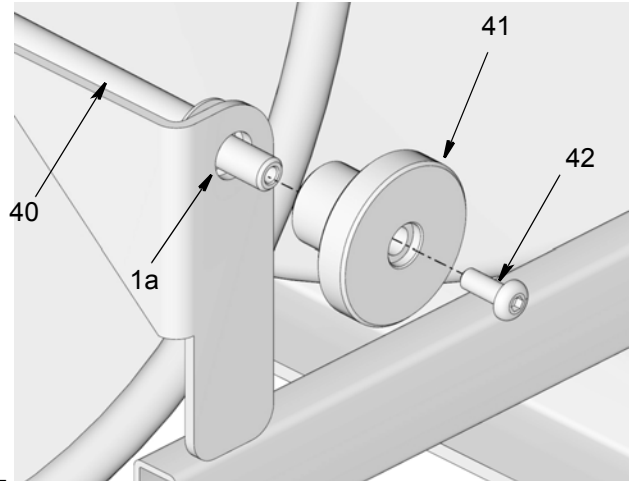
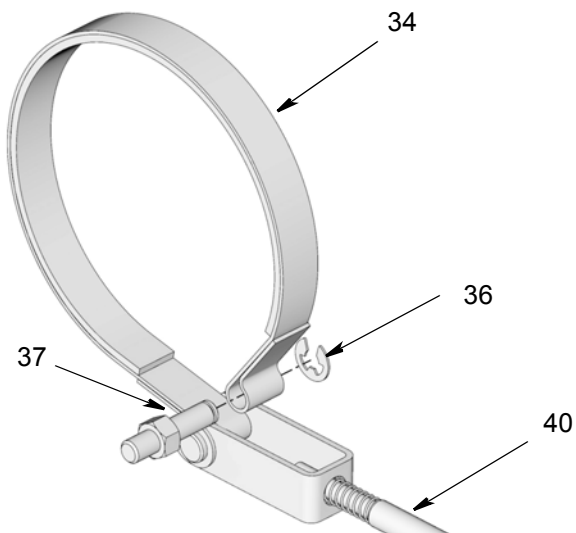

FIG. 27
FIG. 29
2. Gire la perilla (41) en sentido antihorario para eliminar la tensión del freno.
3. Afloje y retire el tornillo (42) del extremo de la perilla (41) (FIG. 27).
4. Retire la perilla (41) del extremo de la varilla (40) (FIG. 27).
5. Afloje y retire la tuerca (24) y tire de la presilla de la banda (34a) de la clavija de anclaje (37).
6. Retire la presilla (36) de la clavija de anclaje (37) (FIG. 29).
7. Retire (37) de la banda (34) (FIG. 29).
8. Retire la banda (34) del buje del freno (12).
9. Tire del extremo de la varilla (40) del bastidor (1a) (FIG. 27).
14. Monte el extremo de la varilla (40) a través del orificio (27b) (FIG. 27).
15. Vuelva a montar la perilla (41) en el extremo de la varilla (40). Monte los tornillos (42). Apriete firmemente el tornillo de la perilla sujetar la perilla en su lugar (FIG. 27).